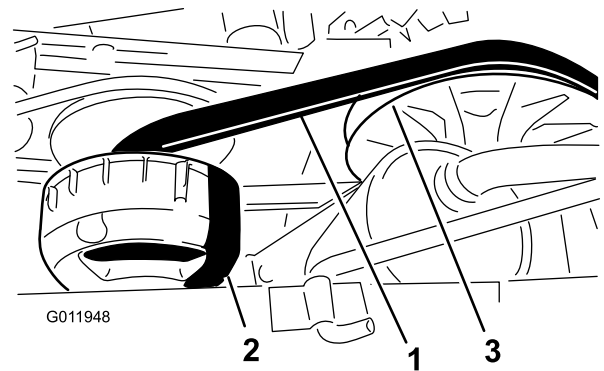

Bild 67
4. Drehen und prüfen Sie den Riemen (Bild 67) auf überdurchschnittliche Abnutzung oder Beschädigung.
3. Drehen Sie den Riemen und verlegen ihn über die sekundäre Kupplung (Bild 67).
4. Nehmen Sie den Riemen von der primären Kupplung (Bild 67).
5. Fluchten Sie den neuen Riemen über der primären Kupplung aus (Bild 67).
6. Drehen Sie den Riemen und verlegen ihn über die sekundäre Kupplung (Bild 67).